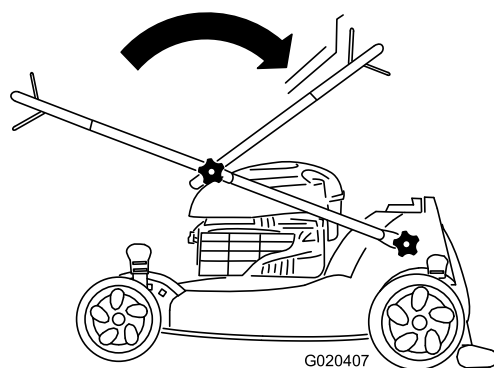
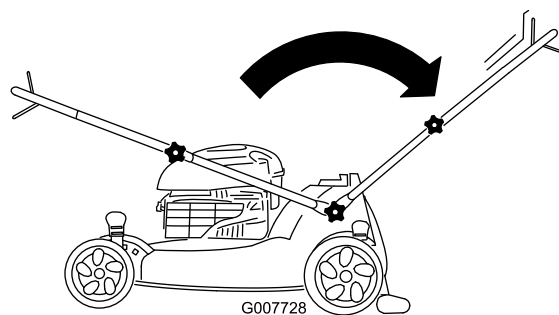

Figure 3
Figure 4
1. Dépliez le guidon comme illustré à la Figure 3 et Figure 4.